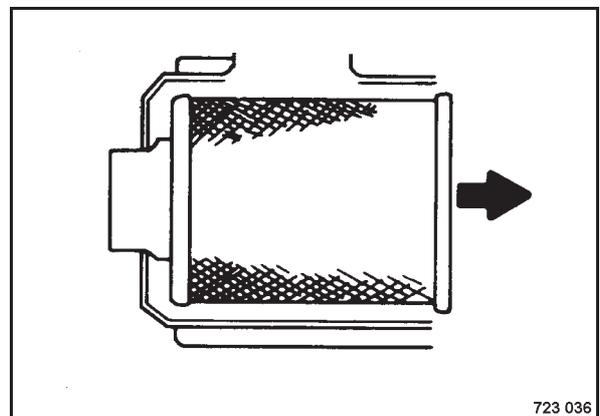

Bild 121
- Filterelement (Bild 121) vorsichtig aus dem Gehäuse ziehen.